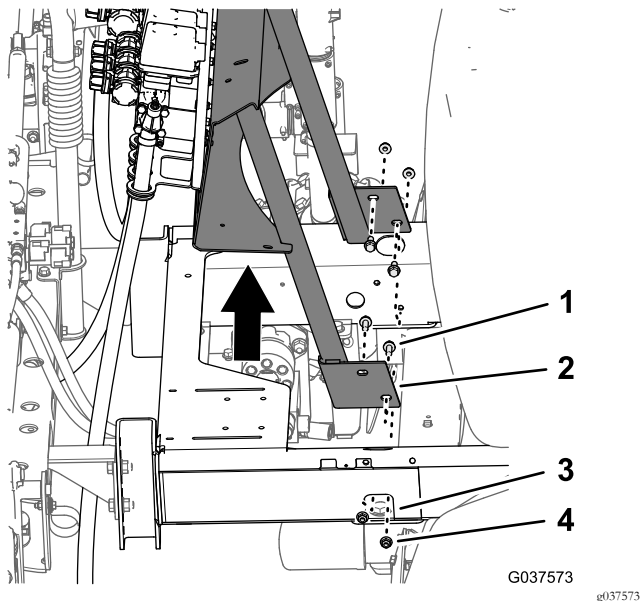

図 45
2. バルブマウントを保持しながら、バルブマウントを機体のフレームに固定しているフランジヘッドボルト3/8 x 1インチ 4本、フランジロックナット3/8インチ 4個を外す 図 45。
3. 機体から、バルブサポート、バルブ、ブームホースを外す 図 45。